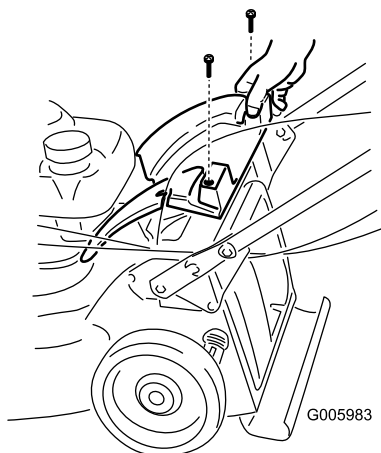

Figura 3
1. Rimuovete le due viti che mantengono in sede il coperchio posteriore, poi rimuovete il coperchio posteriore (Figura 3).